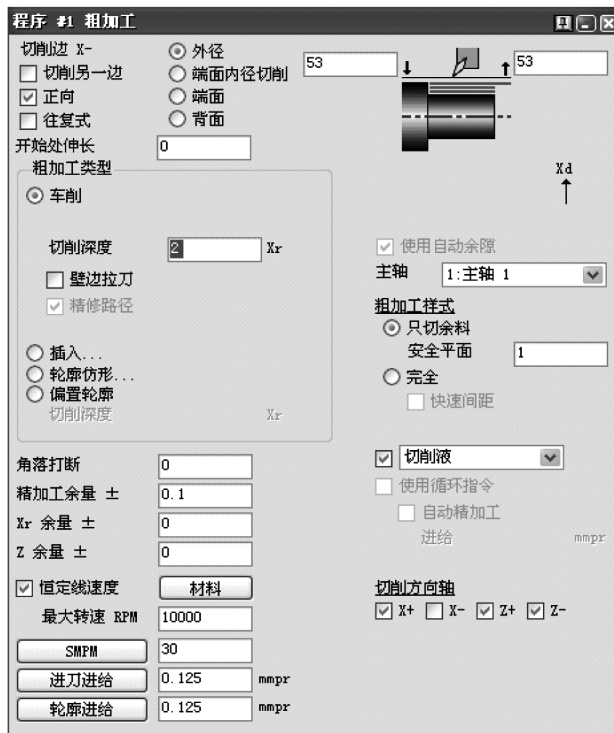

图 6-13 轮廓粗加工
- 1) 应用#6 刀具创建外轮廓粗加工程序，如图 6-13 所示。